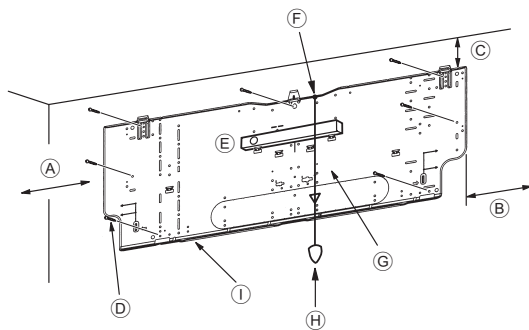
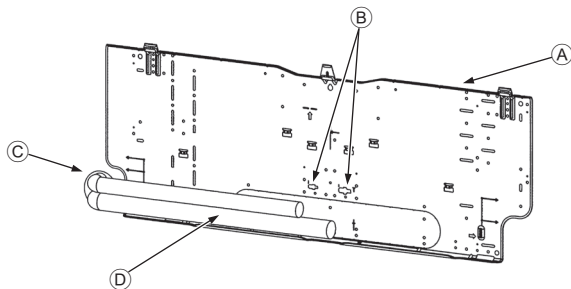

Fig. 3-4
Fig. 3-5
■ PKA-M60, 71, 100KA(L) (Fig. 3-4)
- Ⓓ Гвинти кріплення (4 × 25) ②
- Ⓛ Монтажна плата ①
3.3. Вбудовування труб у стіну (Fig. 3-5)
- Ⓐ Монтажна плата ①